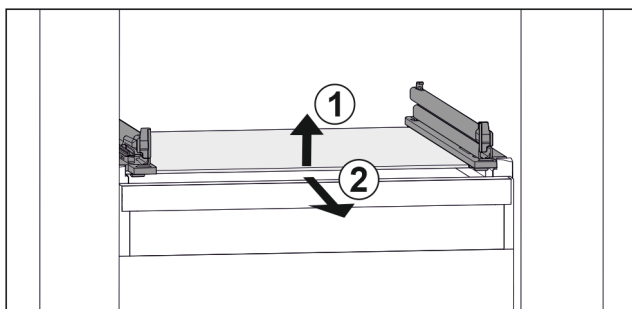

Fig. 48 Příklad znázornění skleněné desky
- Nadzvedněte skleněnou desku vpředu. Fig. 48 (1)
- Vyjměte skleněnou desku dopředu. Fig. 48 (2)